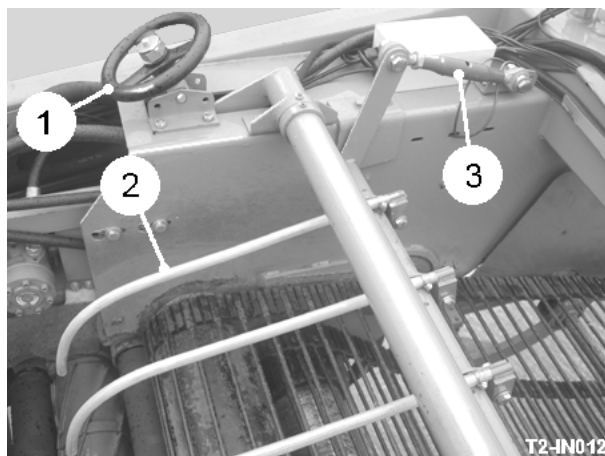

Fig 14
Tourner la place du rouleau de l'haulm relatif au tissu de l'excavateur change le montant de matière que le rouleau enlève. La place du rouleau peut être ajustée en tournant la roue de la main (item 1, fig 14). Le plus haut le rouleau est placé relatif au tissu, le plus matériel sera enlevé. Baisser le rouleau relatif au tissu permettra au courant de matière de passer le sommet du rouleau sur la 1ère unité du séparateur. Ajuster le rouleau de l'haulm jusqu'au montant maximal d'haulm est enlevé avec le montant minimum de pommes de terre qui se tirent d'affaire ou est pincé exige le cadre prudent. Ce cadre aura besoin d'être changé pour les conditions de la récolte différentes, mais le cadre initial devrait commencer bien avec le rouleau vers le bas et le soulever progressivement alors. Pour moisson efficace c'est un des ajustements les plus critiques, d'où la simplicité avec laquelle il peut être varié sur le T2.
La fonction des doigts de l'haulm (item 2, fig 14) est attraper l'haulm et le diriger vers le bas dans le rouleau de l'haulm. Déplacer les doigts de l'haulm loin du tissu prévoira un courant plus clair pour la récolte. Dans le sommet vert ou ordures lourdes ce peut être nécessaire à en tourner quelques-uns des doigts hors du courant de la récolte pour prévenir surcharger du rouleau de l'haulm et dégât excessif à la récolte. En ajustant le turnbuckle (item 3, fig 14) les doigts peuvent être élevés ou a baissé. Une manche plastique est allée à chaque doigt. Les manches empêchent écrasement des pommes de terre et devraient être remplacées lorsqu'ils portent à travers ou sont perdus.